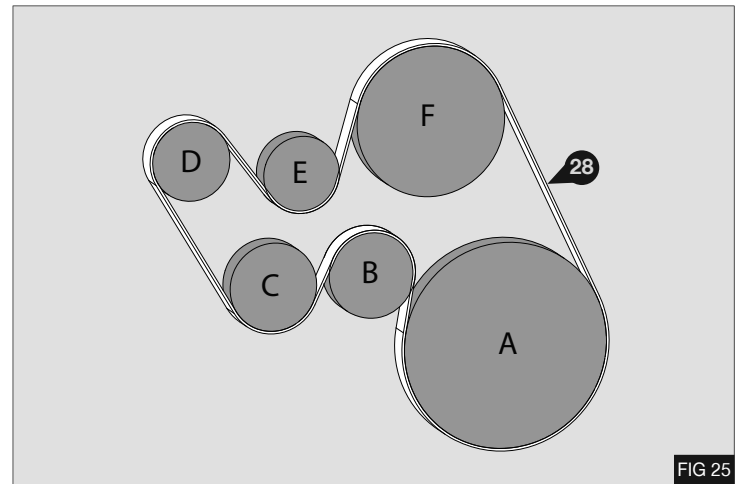

FIG 25
5. Den mitgelieferten Antriebsriemen  einsetzen und den Arretierungsstift vom automatischen Spanner N -Abb. 25  entfernen